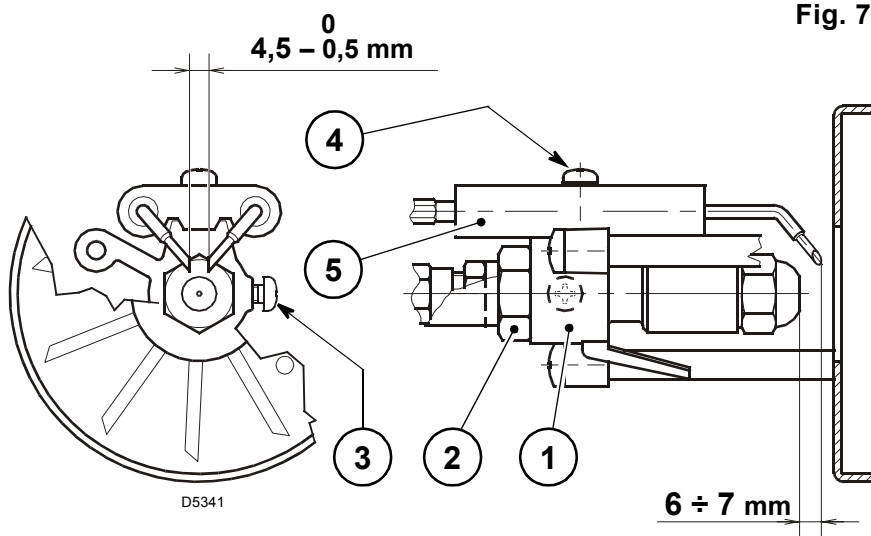

Fig. 7
3.4 REGOLAZIONE ELETTRODI, (vedi fig. 7)